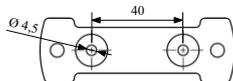

Рисунок 1
- а) закрыть на потолке или стене планку крепежную (рисунок 1), входящую в комплектность, при помощи двух шурупов. Рекомендуется применять шурупы 4 × 30;